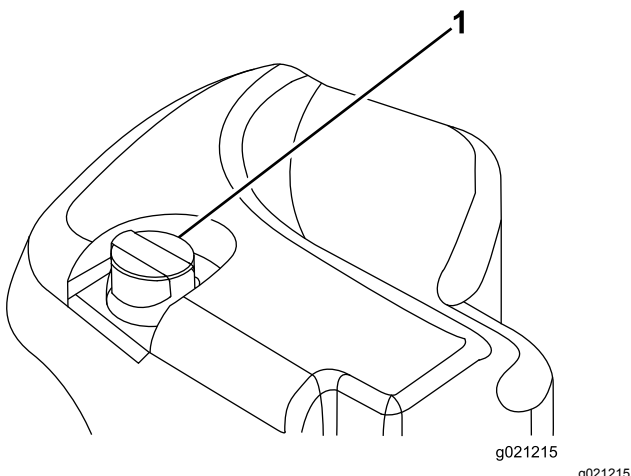

Figura 30
2. Pulite attorno al collo del bocchettone e del tappo del serbatoio idraulico (Figura 30). Togliete il tappo dal collo di riempimento.